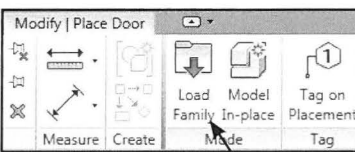

Fig. 08.20. Load Family.
- Vælg *Load Family* (Fig. 08.20).